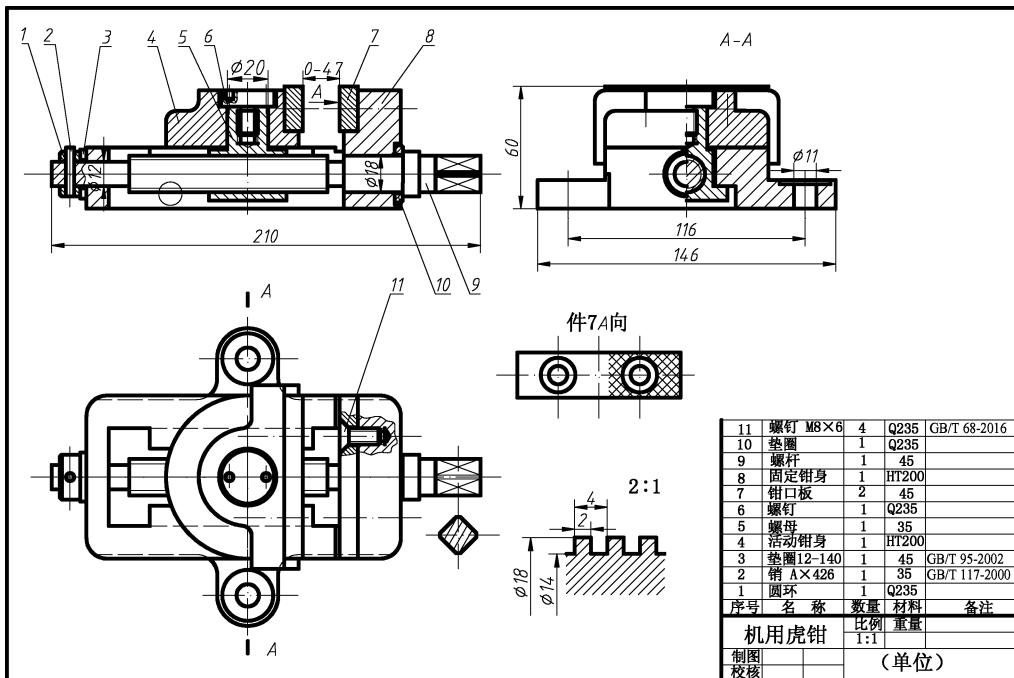

图 11-64 机用虎钳装配图
根据如图 11-64 所示的机用虎钳装配图拆绘件 8 “固定钳身” 零件图，其操作步骤如下。
1) 先将图 11-64 “另存为” 新图，并更名为“活动钳身”。